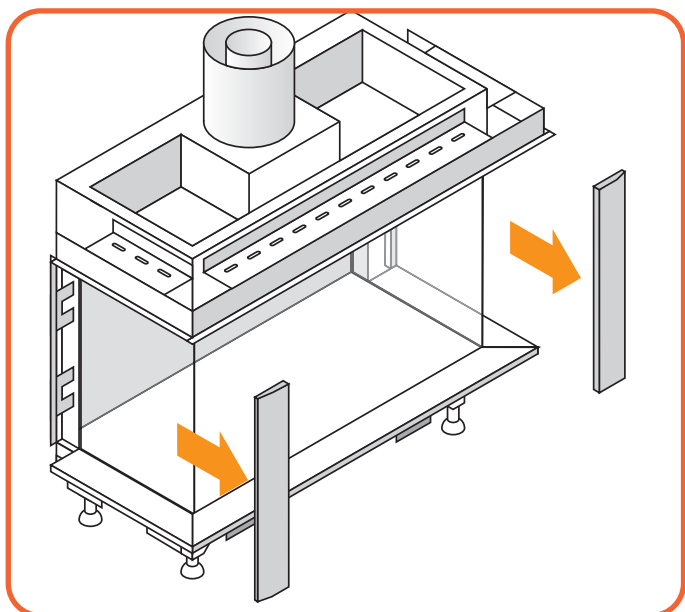

Abb. 9.2 Abneme die Seitenverkleidung
- Entfernen Sie beide Seitenverkleidungen. Sie werden durch magnetische Clips gehalten (Abbildung 9.2).